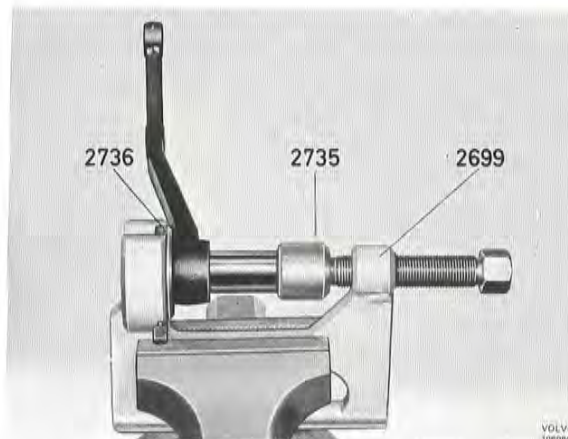

Bild 76. Montering av gummibussning, mellanarm
5. Vänd mellanarmen och pressa i den nya bussningen med 2699 + 2736 samt dorn 2735 (bild 76).
6. Sätt mellanarmen på plats, montera bricka (7) och muttern.